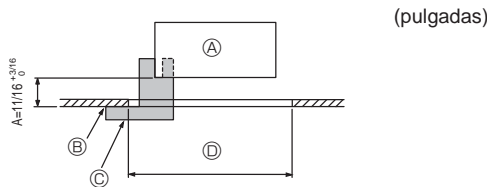
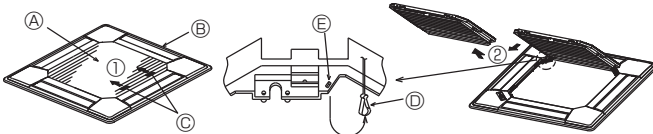
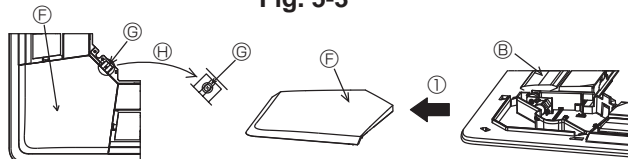

Fig. 5-2
Fig. 5-3
Fig. 5-4
①	Dimensiones de la rejilla	1	950 x 950 (mm), 37-3/8 x 37-3/8 (pulgadas)
②	Tornillo con arandela cautiva	4	M5 x 0,8 x 25
③	Plantilla	1	(Dividido en cuatro partes)
④	Remache	3
⑤	Tornillo	4	4 x 8
⑥	Tornillo	1	4 x 12
5.2. Preparación para conectar la rejilla (Fig. 5-2)
- Con la plantilla ③ que se suministra con este equipo, ajuste y compruebe la posición de la unidad en el techo. Si la unidad no está colocada en el techo de forma adecuada, podrían producirse escapes de aire o generarse una condensación.
- Ⓒ Plantilla ③ (medida en la unidad)
5.2.1. Extracción de la rejilla de admisión (Fig. 5-3)
- Deslice las palancas en la dirección indicada mediante la flecha ① para abrir la rejilla de admisión.
- Con la rejilla de admisión en posición "abierta", extraiga la bisagra de la rejilla de admisión de la rejilla tal y como se indica mediante la flecha ②.
5.2.2. Extracción del panel angular (Fig. 5-4)
- Extraiga el tornillo de la esquina del panel angular. Deslice los paneles angulares indicados por la flecha ① para extraer este panel.
[Fig. 5-3, 5-4]